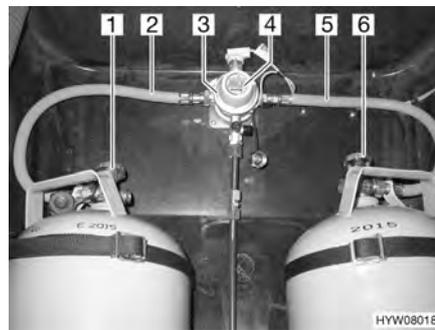
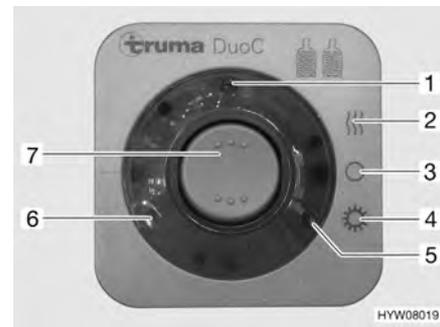

Fig. 99 Impianto di commutazione DuoControl
Fig. 100 Centralina di controllo
L'impianto di commutazione DuoControl è costituito da una valvola di commutazione (Fig. 99,3) e da una centralina di controllo (Fig. 100). La valvola di commutazione è installata tra i tubi del gas (Fig. 99,2 e 5). Con la manopola (Fig. 99,4) sulla valvola di commutazione è possibile stabilire, quale delle bombole del gas viene utilizzata come bombola in uso e quale bombola del gas viene utilizzata come bombola di riserva.
Sulla centralina di controllo (Fig. 100) possono venire azionate solo le funzioni elettriche. Le valvole principali di arresto delle bombole del gas (Fig. 99,1 e 6) devono essere aperti manualmente.
La valvola di commutazione garantisce una pressione del gas costante, indipendentemente da quale bombola provenga l'alimentazione del gas. Le due spie di controllo sulla centralina di controllo indicano il livello di riempimento della bombola in uso. Se è accesa la spia di controllo verde (Fig. 100,6), la bombola in uso è piena. Se è accesa la spia di controllo rossa (Fig. 100,5), la bombola in uso è vuota. Il rifornimento di gas avviene poi tramite la bombola di riserva.
- Aprire le valvole principali di arresto delle bombole del gas (Fig. 99,1 e 6).
- Con la manopola (Fig. 99,4) sulla valvola di commutazione (Fig. 99,3) selezionare la bombola del gas, da cui proviene la principale alimentazione del gas (bombola in uso).
- Sulla centralina di controllo (Fig. 100) attivare l'impianto di commutazione DuoControl.
Posizionare l'interruttore a bilico (Fig. 100,7) su funzionamento invernale "On e riscaldamento" (Fig. 100,2) oppure su funzionamento estivo "On" (Fig. 100,4). La valvola di commutazione è ora disareata. La spia di controllo gialla (Fig. 100,1) è accesa, se si seleziona la modalità di funzionamento invernale e l'impianto antighiaccio con regolatore è attivato.
- Portare l'interruttore a bilico (Fig. 100,7) in posizione "O" (Fig. 100,3). La spia gialla di controllo (Fig. 100,1) si spegne.
- Chiudere le valvole principali di arresto delle bombole del gas (Fig. 99,1 e 6).
Le spie di controllo sulla centralina di controllo (Fig. 100,5 e 6) segnalano all'interno del veicolo, se la bombola in uso è pronta al funzionamento.
Se la spia di controllo verde (Fig. 100,6) si spegne durante il funzionamento e la spia di controllo rossa (Fig. 100,5) si accende, significa che la bombola del gas selezionata come bombola in uso è vuota e deve essere sostituita. La bombola di riserva continua ad alimentare le utenze a gas.